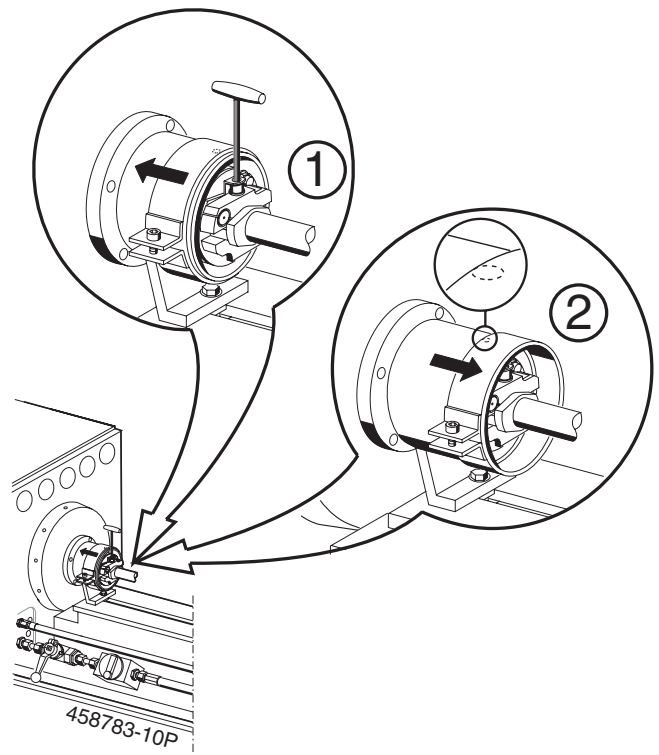

Fig. 7: Cubierta protectora y anillo protector
2. Desplazar hasta el tope el anillo protector sobre la cubierta protectora (ver fig. 7, pos. 1).
3. Tensar la bomba distribuidora en el acoplamiento de accionamiento (ver fig. 7, pos. 1).
4. Desplazar el anillo protector hacia adelante tanto que el taladro montado sobre la cubierta protectora esté cubierto completamente (ver fig. 7, pos. 2). El anillo protector cubre entonces el acoplamiento de accionamiento. Fijar el anillo protector en esta posición.